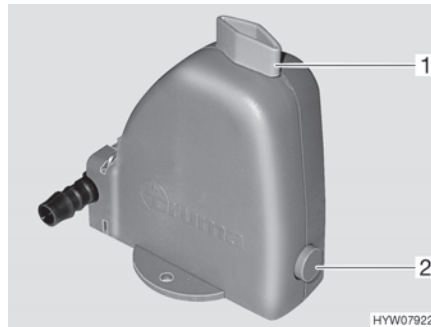

Bild 124 Sicherheits-/Ablassventil
Die Heizung ist mit einem Sicherheits-/Ablassventil (Bild 124) ausgestattet. Das Sicherheits-/Ablassventil verhindert, dass Wasser für die Warmwasserbereitung einfriert, wenn bei Frost die Heizung nicht eingeschaltet ist.
- Sicherheits-/Ablassventil schließen. Dazu den Drehknopf (Bild 124,1) quer zum Sicherheits-/Ablassventil drehen und den Druckknopf (Bild 124,2) hineindrücken.
- Sicherheits-/Ablassventil öffnen. Dazu den Drehknopf (Bild 124,1) längs zum Sicherheits-/Ablassventil drehen. Der Druckknopf (Bild 124,2) springt heraus. Der Brauchwasser-Behälter wird über das Sicherheits-/Ablassventil nach außen entleert.